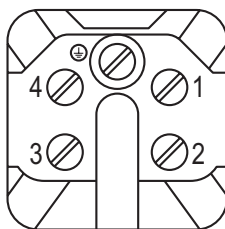

Fig. 10
5. Collegare i terminali al blocchetto contatti 22 (Fig. 10) secondo **La tabella «Funzioni» a pagina 9.**